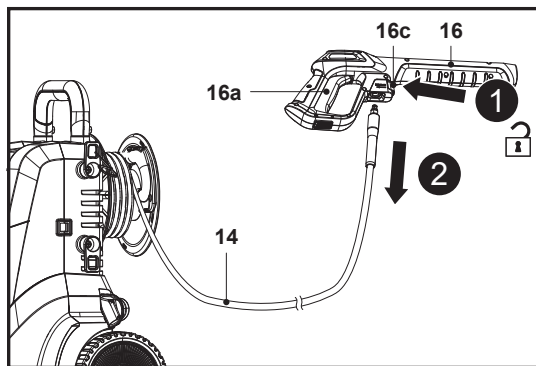

Fig. 8
**AVERTISSEMENT ! NE JAMAIS ENTORTILLER NI PLIER LE TUYAU HAUTE PRESSION (14), SOUS PEINE DE L'ENDOMMAGER.**
3. Pour déconnecter le tuyau haute pression (14) du pistolet de pulvérisation (16), enfoncer le levier de déblocage rapide (16c) en direction du tuyau haute pression (14) et le maintenir, puis détacher le tuyau haute pression (14) (Fig. 8, étapes 1 et 2).